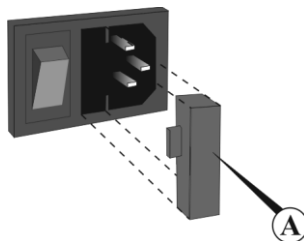

Fig. 2 Remplacement d'un fusible
- Retirez le porte-fusible en exerçant une pression avant de relâcher (Fig.2/A).